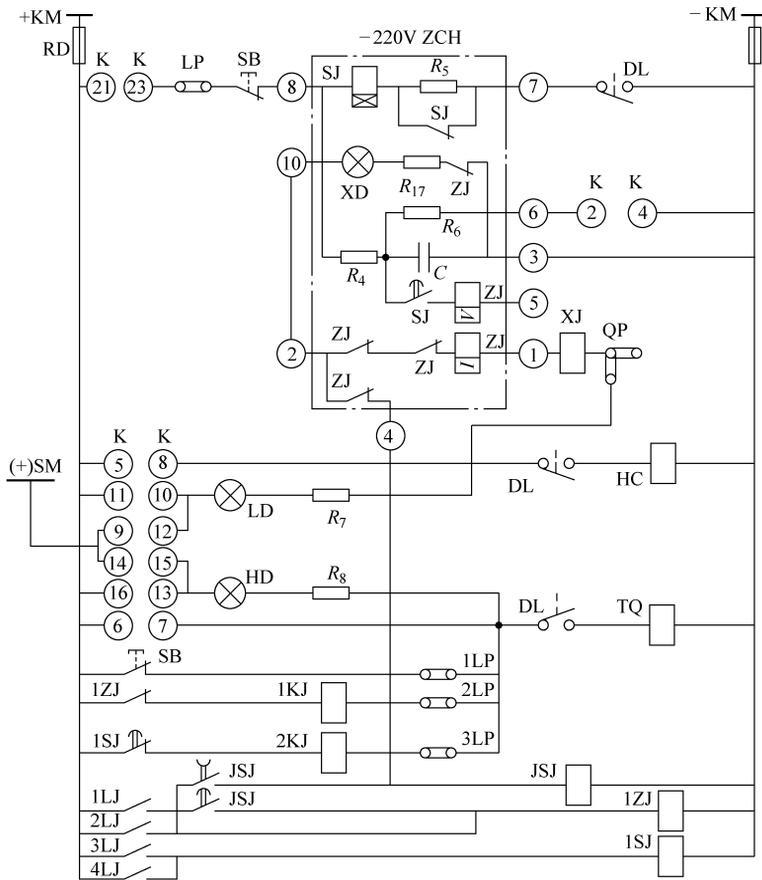

图 3-19
1. 识读6~10kV引出线重合闸装置电路(见图3-19)。